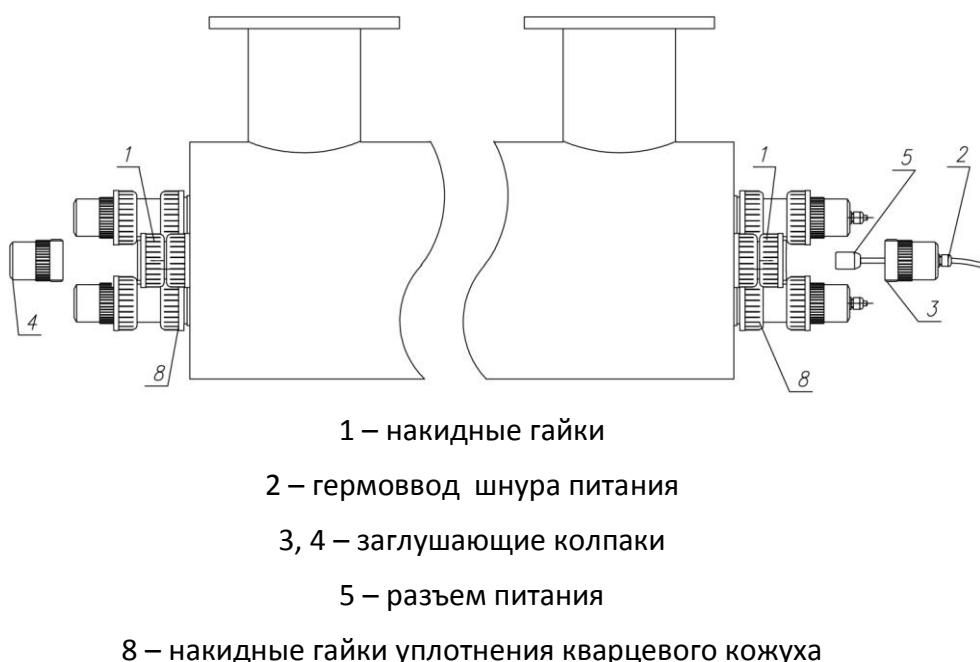

Рис. 3 Демонтаж УФ-лампы
- 2) Ослабить уплотняющую гайку на гермовводе (2) (см. Рис. 3)
- 3) Отвинтить гайки (1) на обеих торцах реактора и снять колпаки (3, 4)
- 4) Отсоединить разъем питания (5) от лампы
- 4) На противоположный конец лампы надеть центрирующее кольцо (7), зафиксировать тем самым лампу внутри кварцевого кожуха (10)
- 5) Соединить разъем питания (5) с штырковыми контактами на цоколе лампы (6) (см. Рис. 3)
- 6) Затянуть накидную гайку (1) по резьбе заглушающего колпака (3) (см. Рис. 3)
- 7) Затянуть накидную гайку на резьбе заглушающего колпака (4) (см. Рис. 3)
- 8) Затянуть гайку гермоввода шнура питания (2) , (см. Рис. 3)